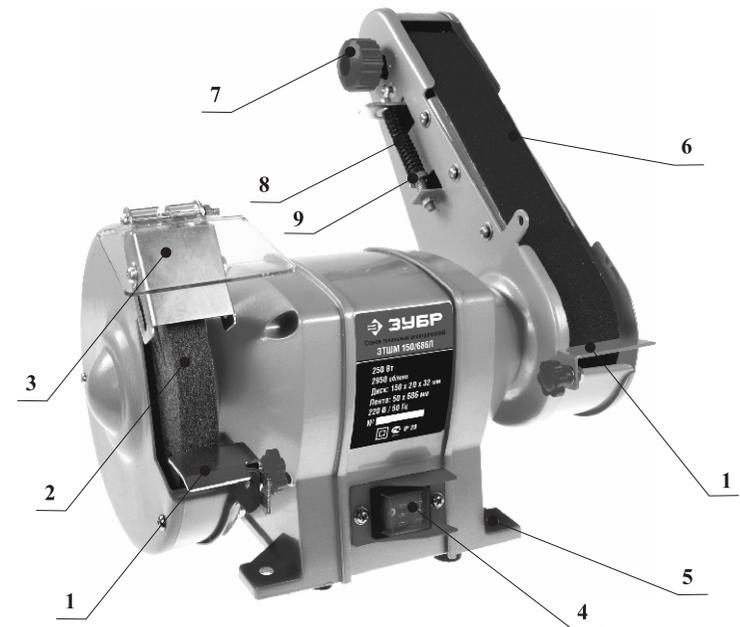

Рис. 1
4.1. Общий вид станка точильно-шлифовального электрического представлен на рис. 1
4.4. Перед началом работы установите / проверьте надежность крепления металлических упоров 1 (рис.1), а также защитного стекла, схема установки которого показана на рис 2.
4.5. Включение / выключение станка точильного электрического осуществляется с помощью выключателя 4 (рис.1). в случае смещения шлифовальной ленты при первом включении необходимо произвести регулировку положения и натяжения ленты.
4.11. Располагайте машину только на гладкой и ровной поверхности. При необходимости закрепите станок на столе используя отверстия крепления 5 (рис.1)